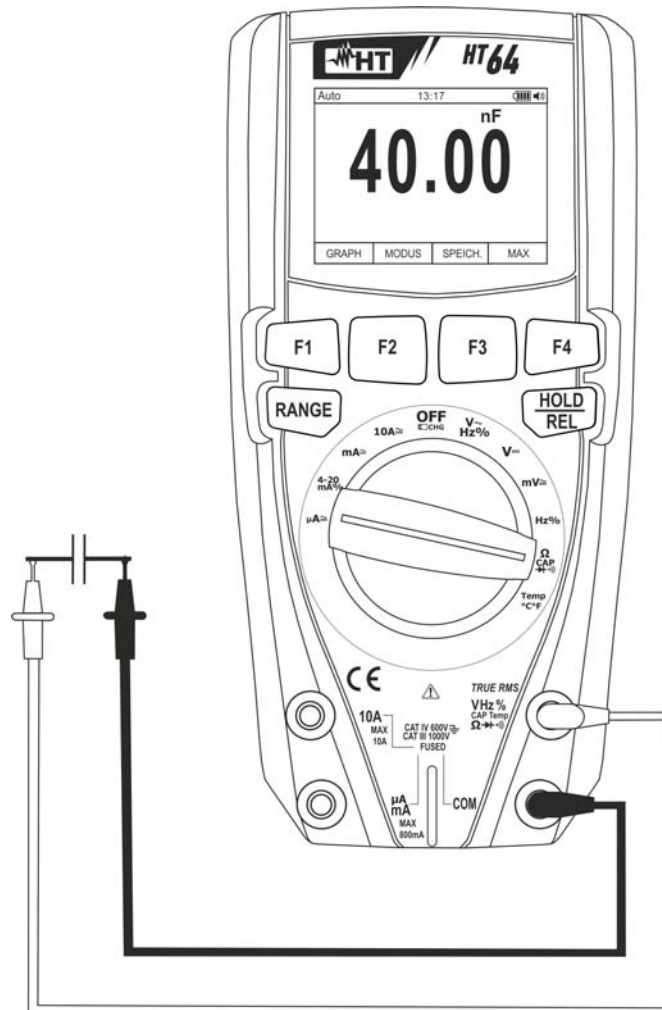

Abb. 27: Verwendung des Gerätes für Kapazitätsmessung
5. Verbinden Sie die Messleitungen mit den beiden Enden des zu messenden Kondensators und dabei achten Sie, wenn nötig, auf die positive (rotes Kabel) und negative (schwarzes Kabel) Polarität (siehe Abb. 27). Der Kapazitätswert erscheint auf dem Display. Der Bargraph ist bei dieser Funktion nicht aktiv.